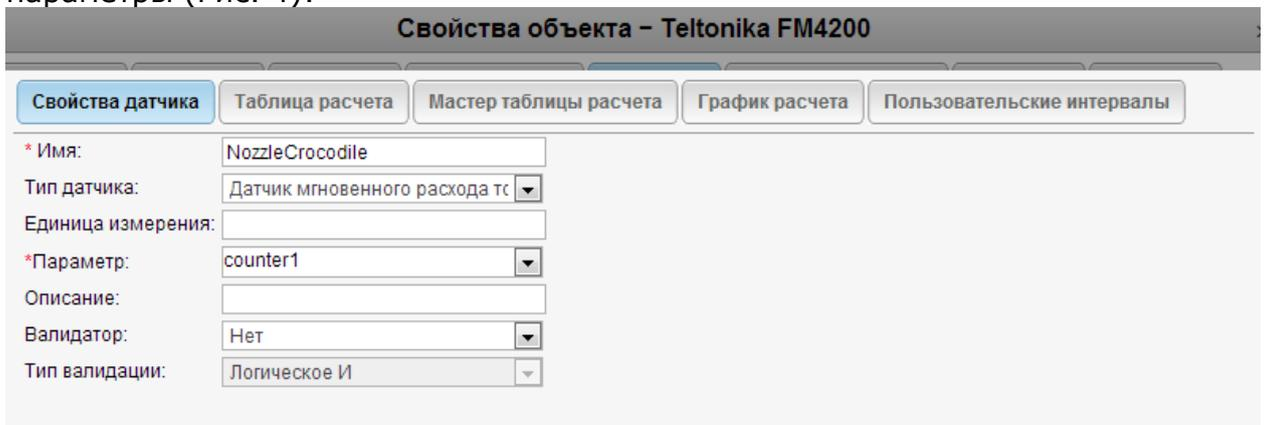

Рисунок 4
2.2.1. На вкладке Свойства датчика, создать датчик и назначить его параметры (Рис. 4):